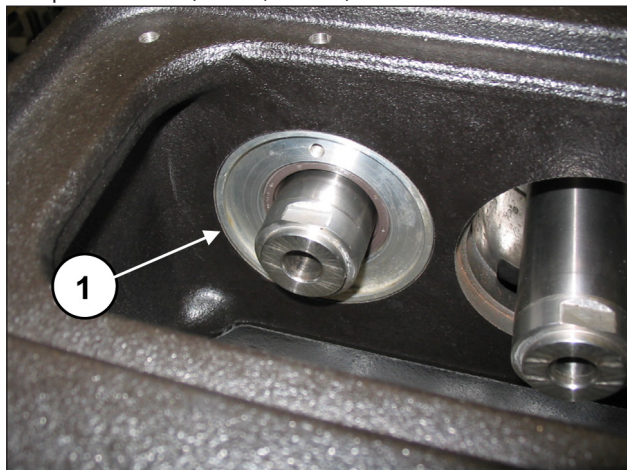
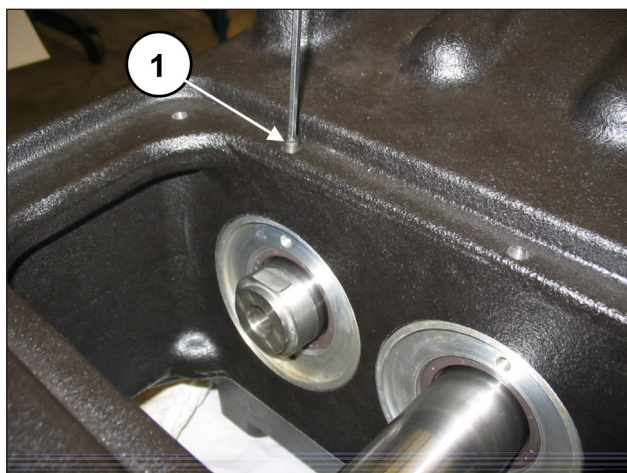

Рис. 97
Рис. 98
Убедитесь, что крышка полностью вошла в гнездо (поз. ①, Рис. 97), стараясь не повредить кромку радиального уплотняющего кольца. Прикрутите крышки сальника 2 штифтами М6х30 (поз. ①, Рис. 98).